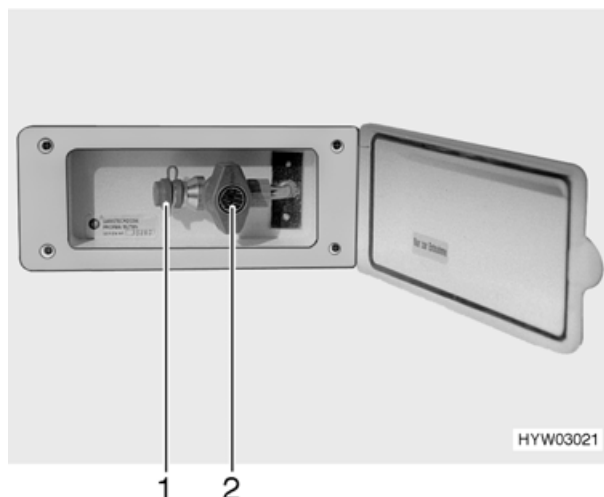

Bild 60 Externer Gasanschluss, Absperrhahn geschlossen
- ▶ Wenn der externe Gasanschluss nicht genutzt wird, immer den Absperrhahn (Bild 60,2) schließen.
- ▶ Darauf achten, dass nach dem Anschließen und nach dem Öffnen des Absperrhahns kein Gas an der Anschluss-Stelle (Bild 60,1) austritt. Wenn der externe Gasanschluss nicht dicht ist, strömt Gas ins Freie. Sofort den Absperrhahn und das Haupt-Absperrventil an der Gasflasche schließen. Den externen Gasanschluss von einer autorisierten Fachwerkstatt prüfen lassen.
Der externe Gasanschluss (Bild 60) befindet sich vorne rechts neben dem Gaskasten.